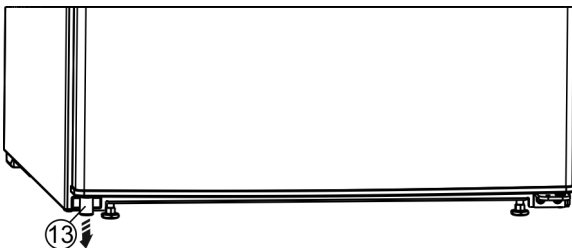

Fig. 4
- ▶ Retirar en la parte inferior izquierda la pieza distanciadora Fig. 4 (13) de la puerta.